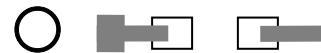

図 T3-1
(1) パッドに接続する配線の太さは等しくする必要があります。図 T3-1